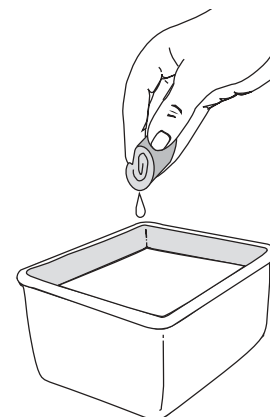

Fig. 36
3. Lave el filtro con agua y detergente (Fig. 36). Enjuague bien el filtro. Escorra el exceso de agua. Déjelo secar por completo.